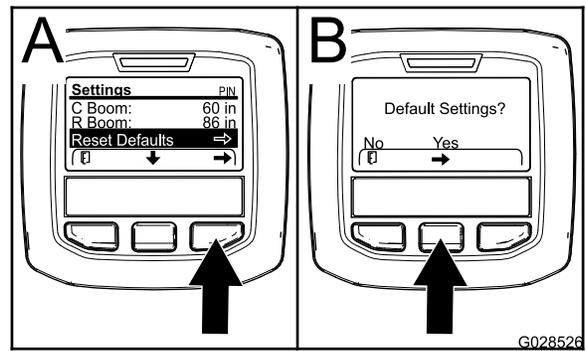

Figure 74
- Appuyez sur le bouton de sélection central pour naviguer jusqu'à l'option Restauration des paramètres par défaut (Figure 74).
- Dans l'écran Paramètres par défaut, appuyez sur le bouton de sélection gauche pour NON ou sur le bouton droit pour OUI (Figure 74).